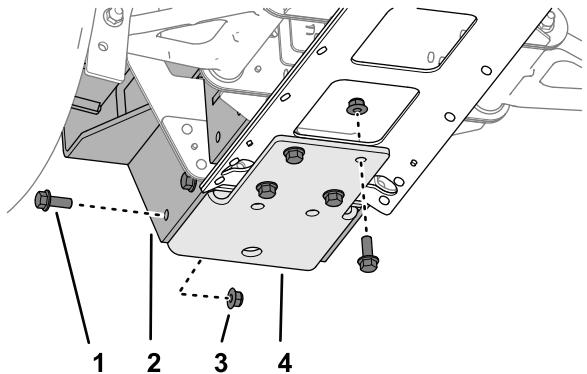
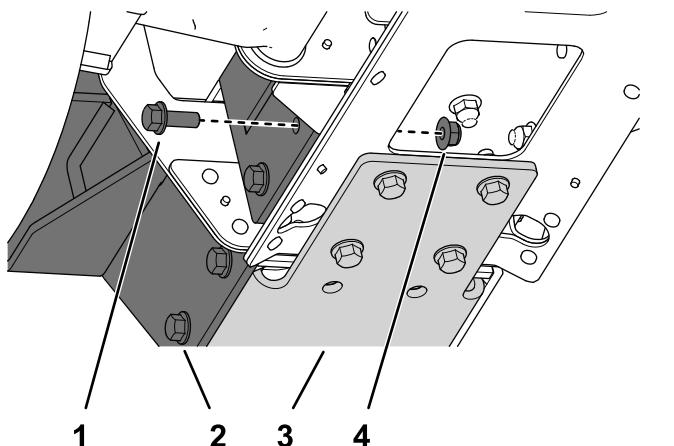
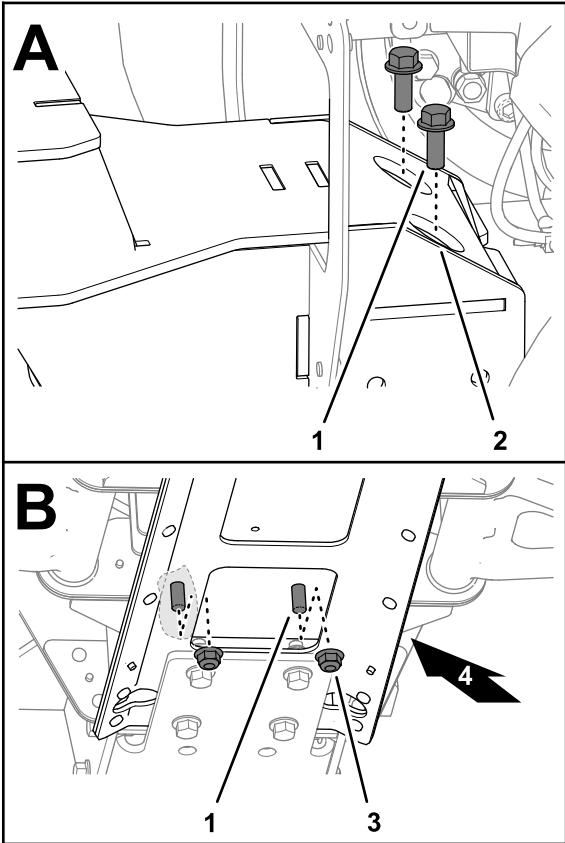

图 57
图 58
图 59
1. 使用 14 个凸缘螺栓 $\frac{3}{8}$  x 1 英寸和 14 个凸缘锁紧螺母 $\frac{3}{8}$  英寸将捡球器安装座和底部支架安装到前机架槽和中心槽板上图 57、图 58 和图 59。